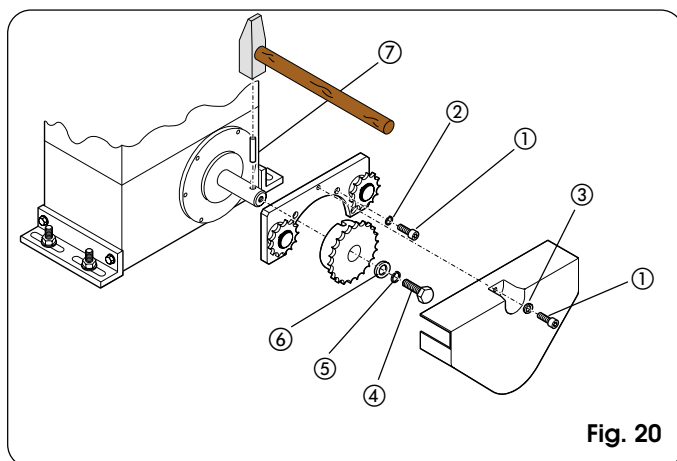
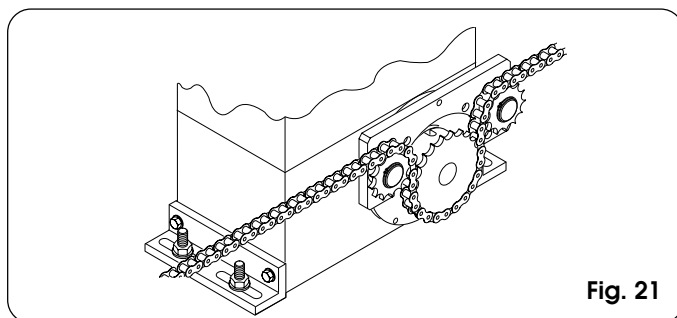

Fig. 20
Fig. 21
4.5.2. MOD. 746 ER RF (Fig. 20 - 21)
- 1) Introduzca la clavija elástica ⑦ en el árbol utilizando un martillo.
- 2) Aplique en la brida del motorreductor la abrazadera de los reenvíos locos, utilizando los cuatro tornillos ① (M5 x 12) y sus arandelas ② incluidas en el kit, tal y como se indica en la Fig.20.
- 3) Aplique el piñón de cadena sobre el árbol haciendo coincidir los alojamientos del piñón sobre la clavija elástica y apriete el tornillo "d" y sus arandelas ⑤ y ⑥.
- 4) Pase la cadena como se indica en la Fig.21 y monte el cárter de cobertura con el tornillo ① y la arandela ③ de la Fig.20.